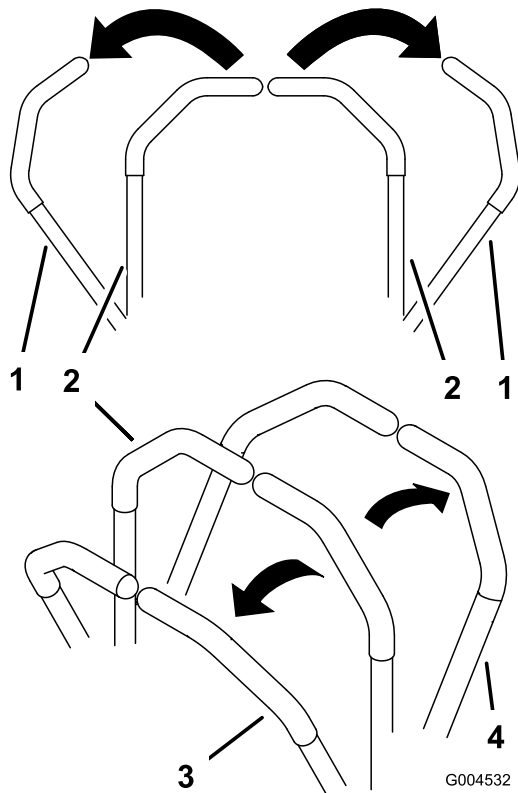

Bild 13
2. Schieben Sie für das Vorwärtsfahren die Fahrtriebshebel langsam vorwärts (Bild 13).
Wenden Sie zum Geradeausfahren auf beide Fahrtriebshebel denselben Druck an (Bild 13).
Verringern Sie zum Wenden den Druck auf den Fahrtriebshebel an der Seite, in deren Richtung Sie wenden möchten (Bild 13).
2. Ziehen Sie zum Rückwärtsfahren die Fahrtriebshebel langsam nach hinten (Bild 13).